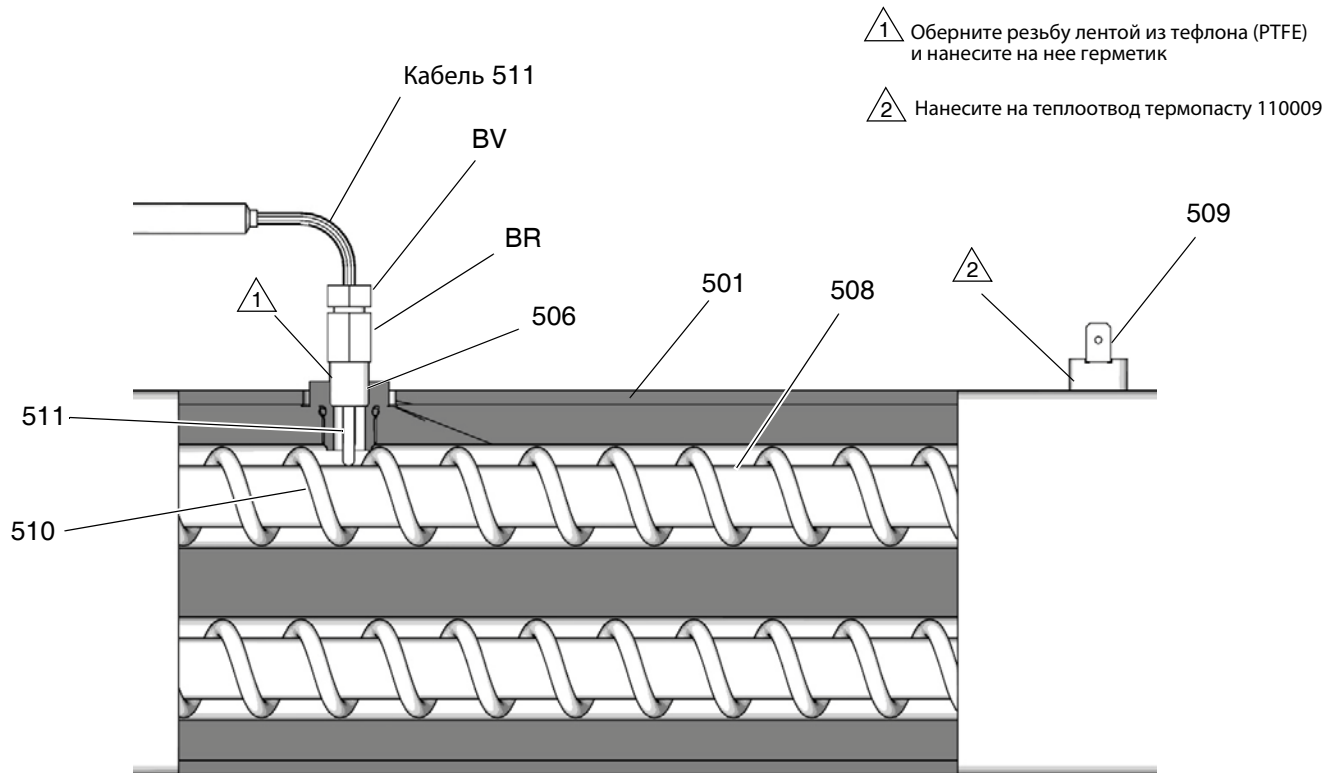

Рис. 69: Термопара
7. См. Рис. 69, стр. 69. Ослабьте зажимную гайку (BV). Снимите термопару (511) с нагревательного элемента (501), затем снимите корпус термопары (BR). Извлекайте переходник термопары (506) только если требуется извлечь смеситель (510). Если переходник необходимо будет снять, то убедитесь, что смеситель (510) не мешает его замене.
8. Замена термопары. См. Рис. 69.
- a. Снимите с наконечника термопары (511) защитную ленту.
- b. Оберните наружную резьбу лентой из тефлона (PTFE) и нанесите на нее герметик, привинтите корпус термопары (BR) к переходнику (506).
- c. Протолкните термопару (511) внутрь так, чтобы наконечник касался нагревательного элемента (508).
- d. Удерживая термопару (511) прижатой к нагревательному элементу, после первоначальной затяжки от руки затяните зажимную гайку (BV) еще на 1/4 оборота.
11. Включите нагреватели А и В для их одновременной проверки. Их температура должна повышаться с одинаковой скоростью. Если температура одного из нагревателей будет ниже, ослабьте зажимную гайку (BV) и затяните корпус термопары (BR) так, чтобы наконечник термопары (511) касался элемента (508).